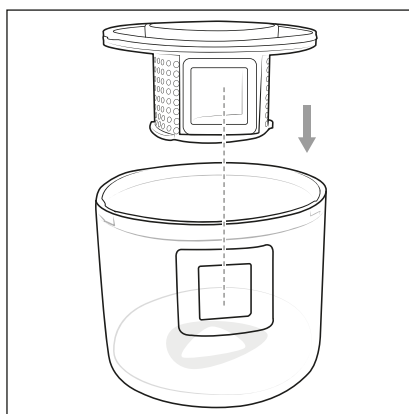

Fig. 7
- 6) Vendoseni filtrin e pluhurit **6** përsëri në koshin e pluhurit **4**. Sigurohuni që hapjet anësore të koshit të pluhurit **4** dhe filtrit të pluhurit **6** të jenë të rreshtuara (Fig. 7).